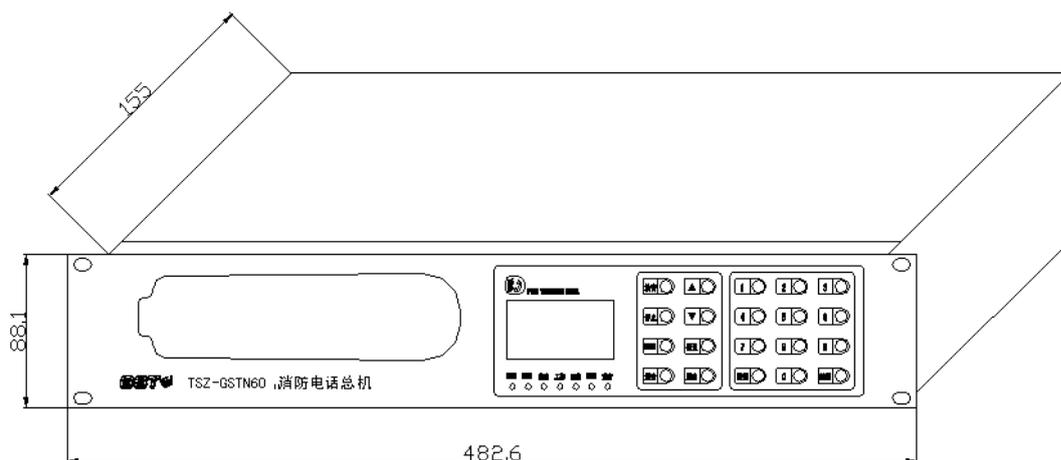

图 7-2
- ◇ 总机中使用了一片大容量的 FLASH 存储器, 可以存储 9 小时以上的通话录音, 及 500 条记录, 能准确记录每部分机呼叫、通话发生的时间、类型及通话内容, 外形示意图见图 7-2。